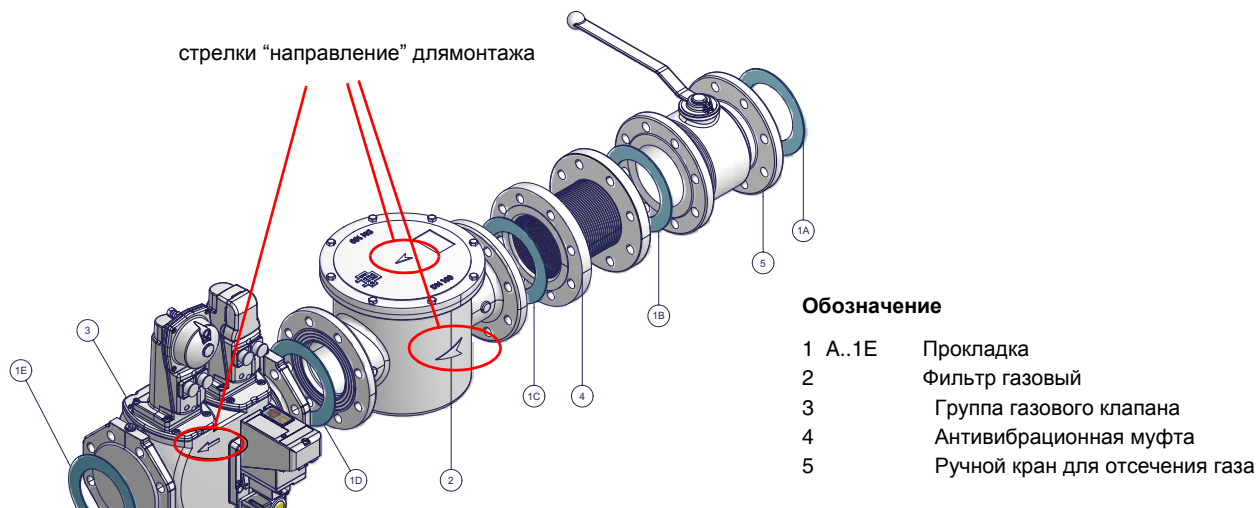

Рис. 5 - Пример газовой рамы
- 1-б) при фланцевых соединениях: между соседними компонентами устанавливать прокладку (Рис. 5), совместимую с используемым газом,
**ВНИМАНИЕ:** после монтажа газовой рамы согласно схеме на Рис. 5., необходимо провести тестирование на герметичность газового контура, согласно требований действующих нормативов.
**ВНИМАНИЕ:** после монтажа газовой рампы согласно схеме на Рис. 5, необходимо провести тестирование на герметичность газового контура, согласно требований действующих нормативов.